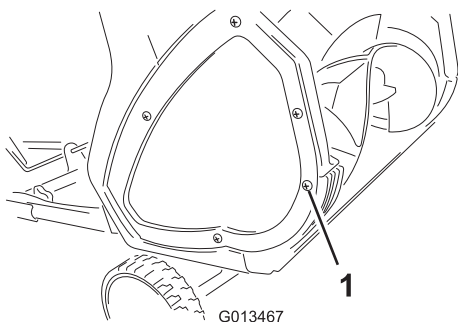
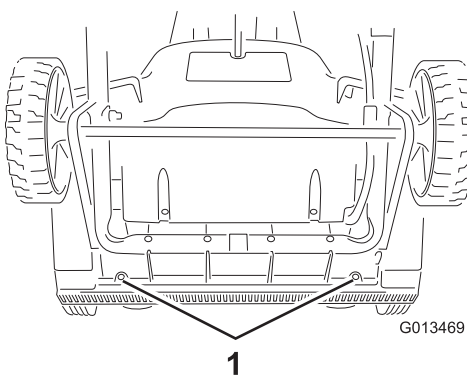

Figure 8
Figure 9
1. Retirez la vis de chaque plaque latérale de fixation de la lame racleuse (Figure 8) et les 2 vis situées sous l'appareil (Figure 9) qui fixent la lame racleuse à l'appareil.